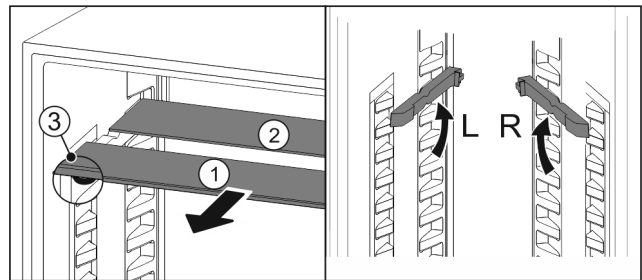

Fig. 189
- ▶ estrarre i ripiani di vetro singolarmente tirando in avanti Fig. 189 (1).
- ▶ Il piano in vetro Fig. 189 (1) con il motivo ornamentale è nella parte anteriore.
- ▶ I fermi Fig. 189 (3) sono rivolti verso il basso.